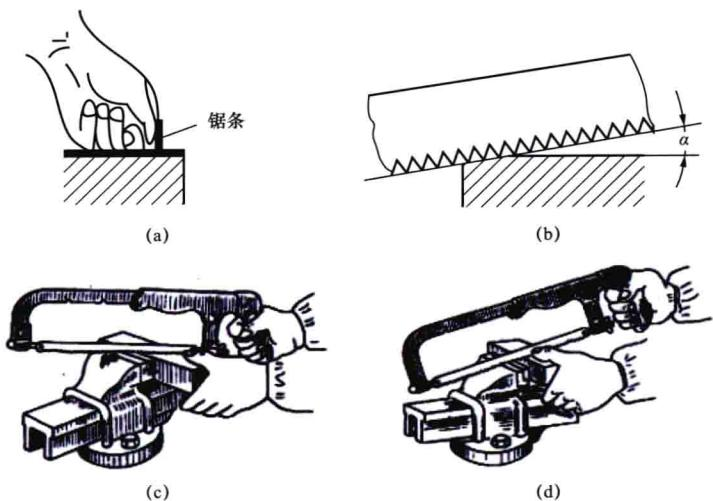

图1-14 起锯的方式
2) 起锯。起锯的方式有近边起锯和远边起锯两种，如图1-14 (a) 所示，一般情况采用远边起锯。因为此时锯齿是逐步切入材料，不易卡住，起
锯比较方便。为了起锯的位置正确和平稳，可用左手大拇指挡住锯条来定位，起锯角 α 以15°左右为宜，如图1-14 (b) 所示。起锯时压力要小，往返行程要短，速度要慢，这样可使起锯平稳。